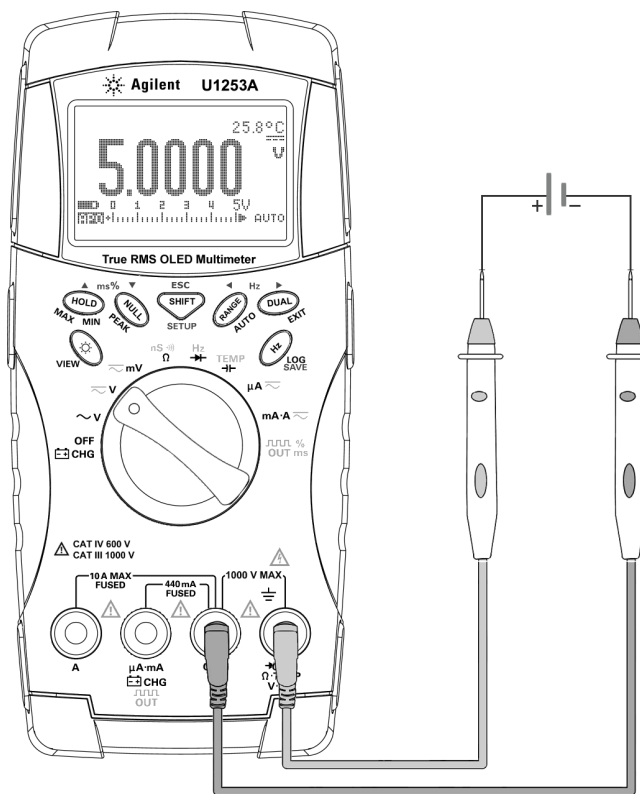

图 2-2 测量直流电压
- 3 将红色和黑色测试引线分别与输入端子 **V.mV** (红色) 和 **COM** (黑色) 连接 (请参阅图 2-2)。